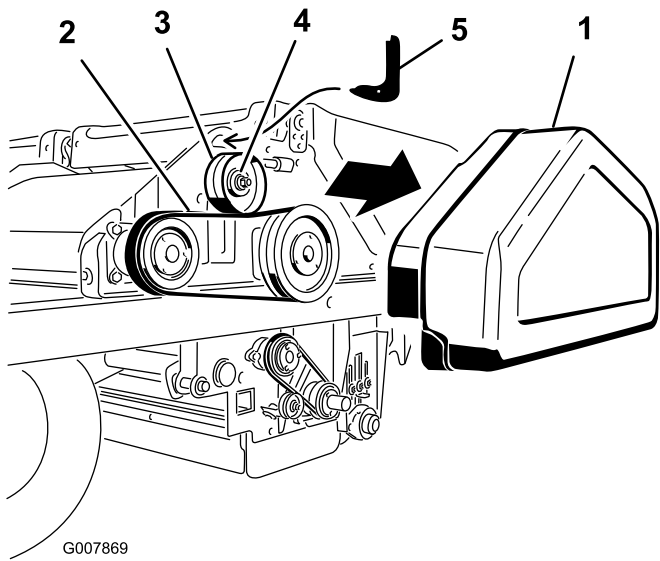

图58
1. 卸下皮带罩 图58。
2. 拧松怠轮皮带轮上的螺母 图58。
3. 将皮带张紧工具的吊钩端插入怠轮皮带轮上方的孔 图58。
5. 将 13mm 扭矩扳手插入皮带张紧工具上的孔 图58。
6. 以朝向您的方向旋转工具直到扭矩达到 3.45bar 然后固定住该扭矩拧紧怠轮皮带轮螺母 图58。